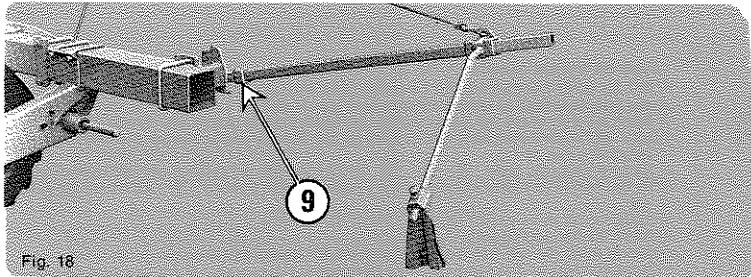
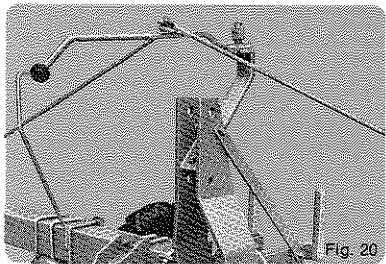

Fig. 18
Fig. 20
- modèle manuel (fig. 18) avec inverseur et guides cordes (fig. 20)
- manual model (fig. 18) with reversing device and line guides (fig. 20)
- Modell für Handbetrieb (Abb. 18) mit Markierbedienung und Seilhalter (Abb. 20)